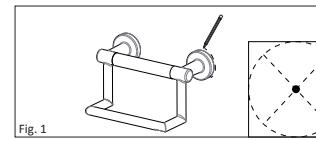

Fig. 1
- Use a pencil and mark the centers on each side of the product for the mounting locations (see Figure 1).
4. À l'aide d'un crayon, marquez le centre des emplacements de montage de chaque côté du produit (Fig.1).
4. Con un lápiz marque los centros de las posiciones de agujeros de montaje de un extremo. (Fig. 1).